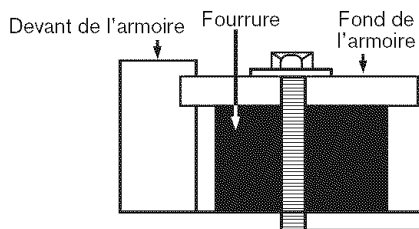

Figure 24
**REMARQUE :** Si le fond de l'armoire est renforcé de plus de 3/4 po (19 mm) ou plus, il faudra installer des fourrures de 2 x 2 po (50 x 50 mm) (non comprises) afin de donner un support additionnel aux boulons. Voir la Figure 24.